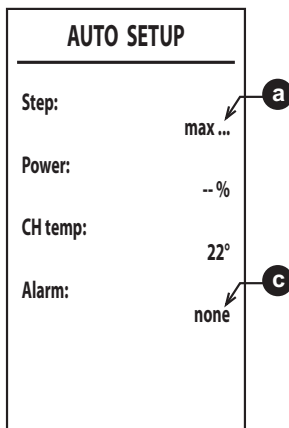

fig. 39
6. Dopo l'accensione, il bruciatore si posiziona in riscaldamento alle varie potenze (max, med, min) indicate dal punto **a** (fig. 39).
8. Qualora la sequenza di accensione descritta al punto “6” non sia andata a buon fine, compare la scritta **max_err** al punto **a** e un codice di errore al punto **c** (fig. 39).